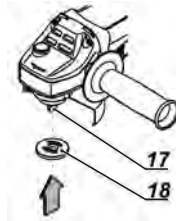

Fig. 4 – Montaje de accesorio en la máquina
- 2 - Coloque la brida (18) en el eje (17) Fig. 4;